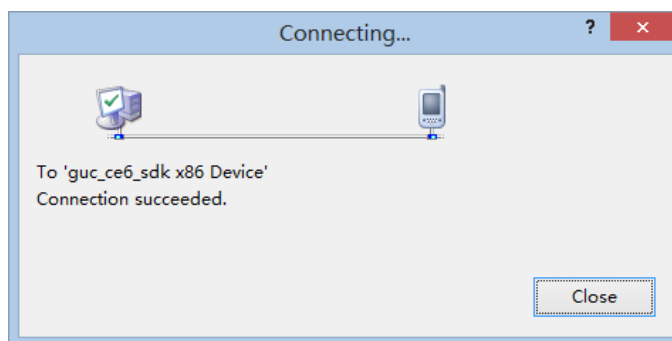

图 5-7 Manual Server-Action 对话框
- 5) 点击 Visual Studio 工具栏的‘Connect to device’或者通过菜单‘Tools’—‘Connect To Device’。建立 Visual Studio 与控制器的调试连接，连接成功后如下图 5-7 所示。成功建立后，连接将一直保留，直到网络断开或者控制器重启或者 Visual Studio 重启，如果连接断开，请重复以上的过程重新建立。